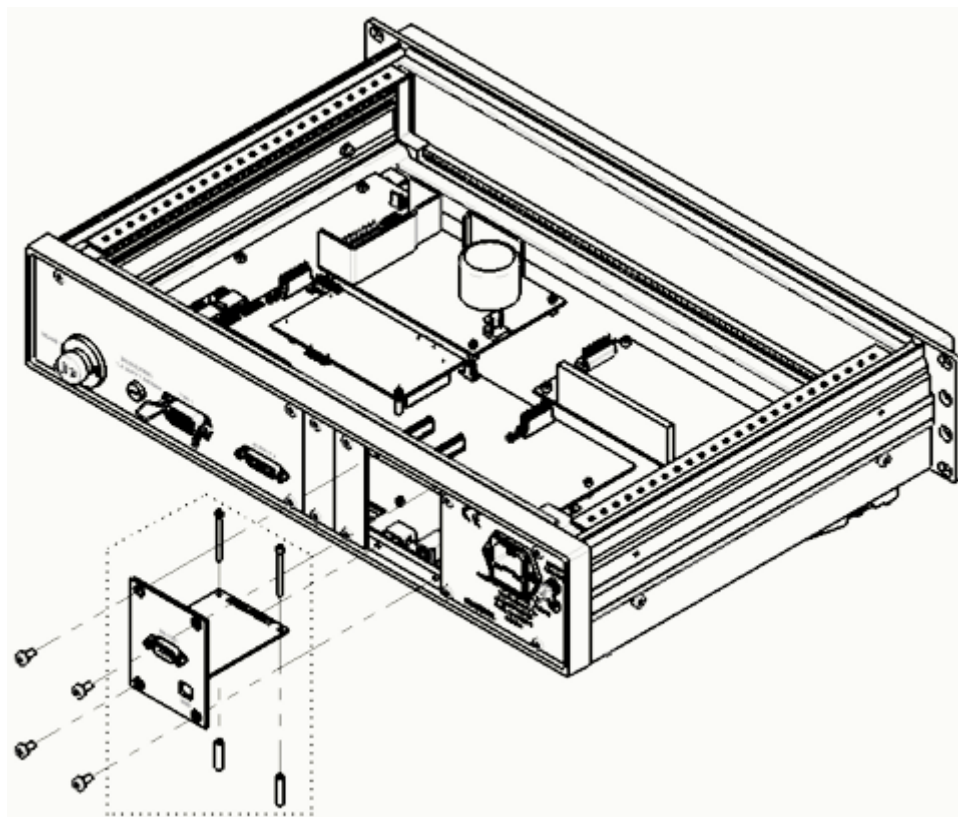

Figure 8-14 Installation d'une carte RS-232
3. Insérer la carte RS-232 sur la carte mère du contrôleur comme indiqué sur la *figure 8-14 Installation d'une carte RS-232*. S'assurer que les composants de la carte RS-232 se trouvent du côté gauche.